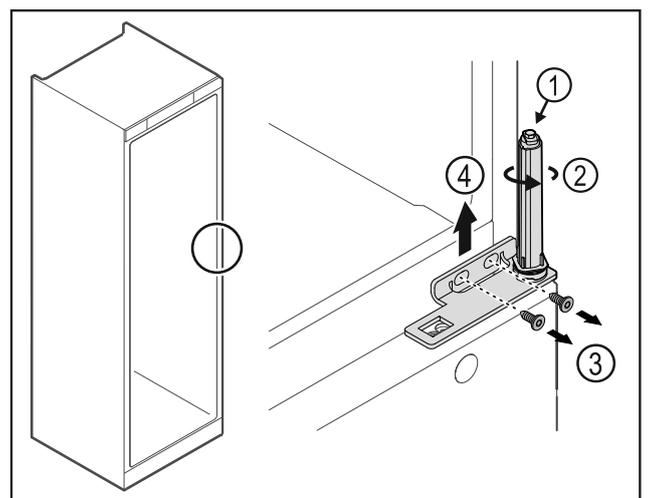

Fig. 32
- ▶ Türschließsystem nicht zerlegen Fig. 32 (1).
- ▶ Schließsystem Fig. 32 (2) drehen, bis es klickt.
- ▶ Schrauben Fig. 32 (3) lösen, Scharnierwinkel nach oben abnehmen Fig. 32 (4).